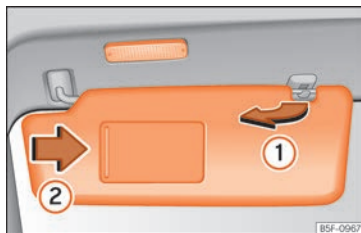

Abb. 105 Sonnenblende.
- Die Sonnenblende kann aus der Halterung herausgezogen und zur Tür »» Abb. 105 ① geschwenkt werden.